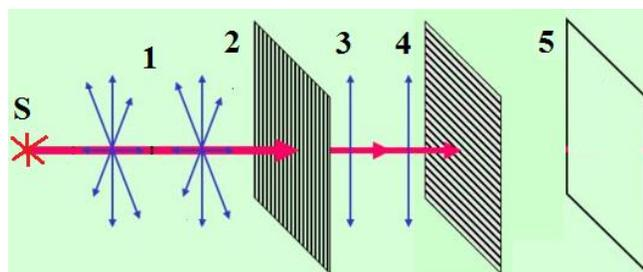

Рис. 3.
Теперь на пути поляризованного света (3) поставим еще одну пластинку из турмалина (4), оптическая ось которого перпендикулярна вектору \vec{E} поляризованного света. В этом случае пластинка не пропустит поляризованный свет (рис. 3).